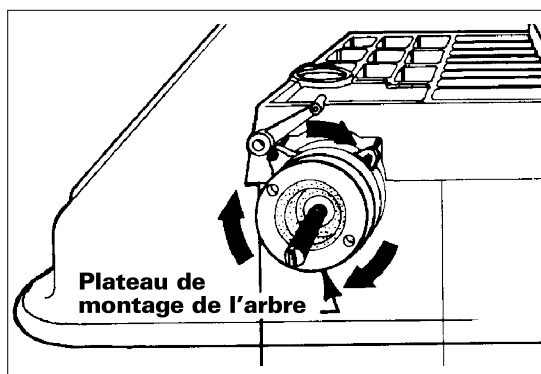

Figure 7 – Fente dans le support du capot
3. OPÉRATION – Montez une roue sur l'arbre, baissez le capot et appuyez sur le bouton DÉMARRAGE (Start). Le plateau de montage de l'arbre doit tourner dans le sens horaire (figure 7).